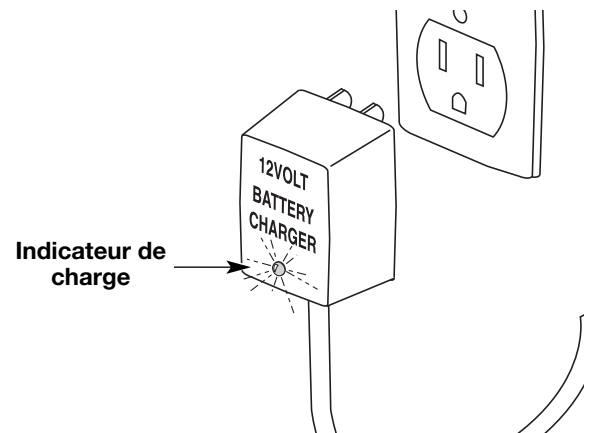

Fig. 5
2. Lorsque l'indicateur rouge du chargeur s'allume, la batterie est en train de se charger (Fig. 5). S'il ne s'allume pas, vérifiez les points suivants :
3. Chargez la batterie jusqu'à ce que l'indicateur rouge du chargeur se mette au vert (Fig. 5).